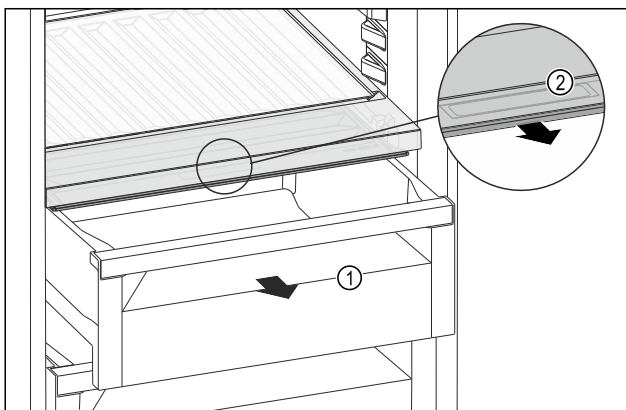

Fig. 192
- ▶ 拉出抽屉 Fig. 192 (1)。
- ▶ 抓住抽屉盖上的内嵌式拉手 Fig. 192 (2)，并同时向前拉出抽屉盖。